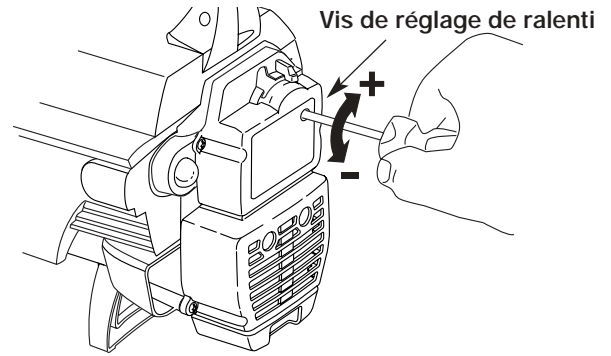

Fig. 27
Le régime ralenti du moteur est réglable par le couvercle du filtre à air/silencieux (Fig. 27).
3. Relâchez le levier d'accélérateur et laissez le moteur au ralenti. Si le moteur s'arrête, insérez un petit tournevis à embout cruciforme ou à tête plate dans le trou du couvercle du filtre à air/silencieux (Fig. 27). Vissez la vis de réglage du ralenti de 1/8 de tour à la fois (selon le besoin) jusqu'à ce que le moteur se mette bien au ralenti.